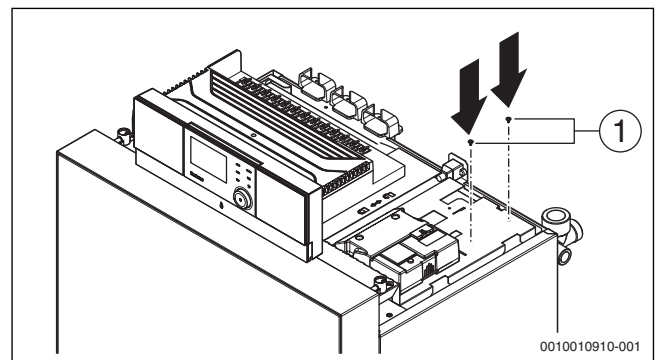

Bild 32 Schrauben eindrehen
- Zwei Schrauben bis auf 1,5 mm in den Modulträger schrauben (→Bild 32, [1]).